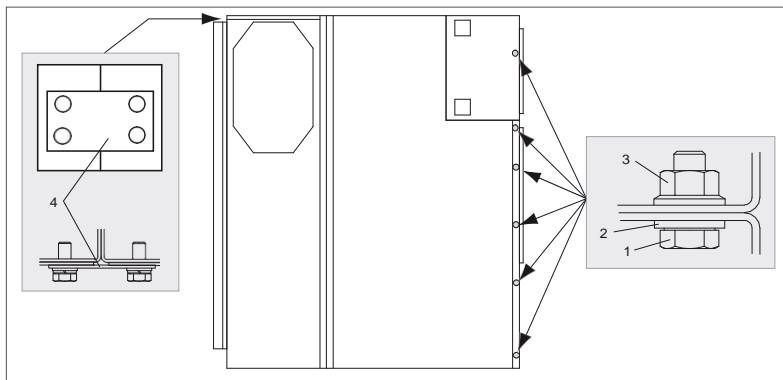

Fig. 5.9
- Accoupler les cellules l'une à l'autre à l'avant sur 6 points de fixation (Fig. 5.9).